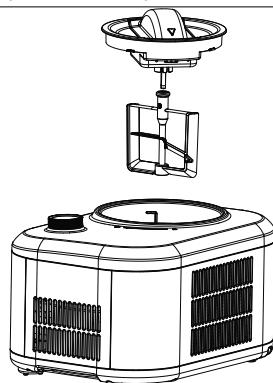

Abb. 7
- ▶ Setzen Sie die im vorherigen Schritt montierten Komponenten in das Gerät bzw. in die Kühlsschale ein (siehe Abb. 7).